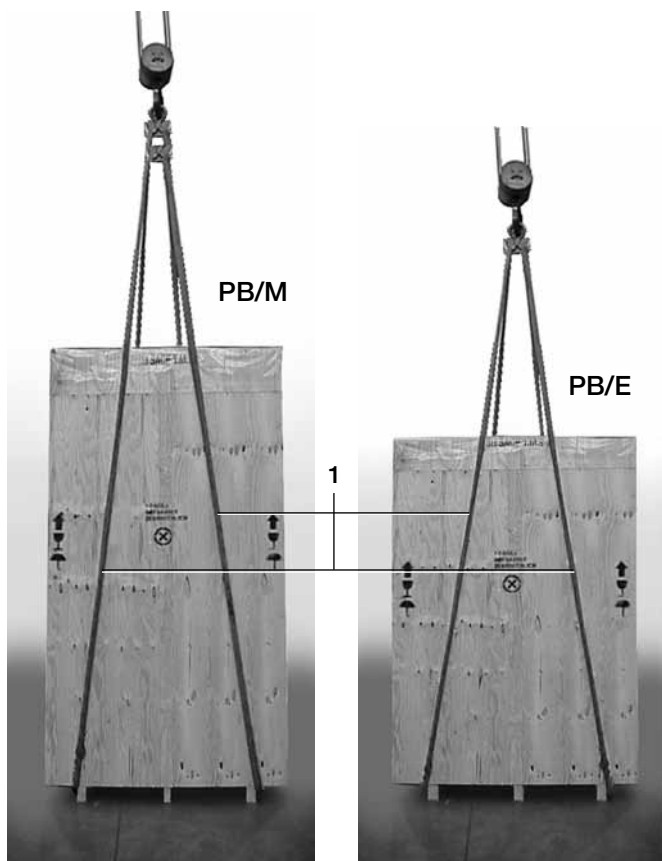

Fig. 2
Le levage avec la grue doit se faire en utilisant des harnais circulaires (1) (fig. 2).